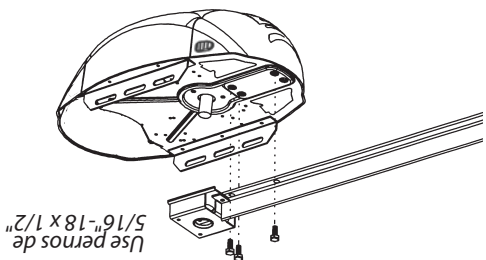

FIG. 1-2 Riel - Conjunto de la caja de control.
1. Acople el conjunto del riel a la caja de control alineando el piñón en el eje del motor. Use (3) pernos de 5/16"-18 x 1/2" (Fig. 1-2).
pernos de 5/16"-18 x 1/2" (Fig. 1-2).